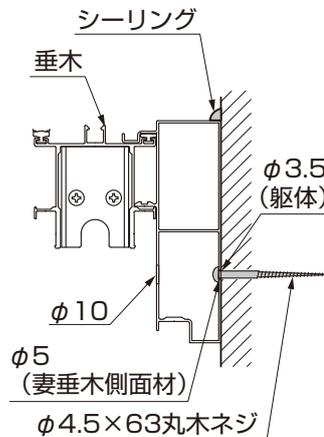

図6-6 A部詳細図
- ② 入隅側妻垂木側面材にφ10、φ5の穴をあけてください。(図6-4、図6-6参照)
- ③ 躯体に妻垂木側面材取付用のφ3.5の下穴をあけてください。
- ④ 妻垂木側面材と躯体を、「φ4.5×63丸木ネジ」で取付けてください。
- ⑤ 妻垂木側面材と躯体の組み合わせ部に、シーリングをしてください。